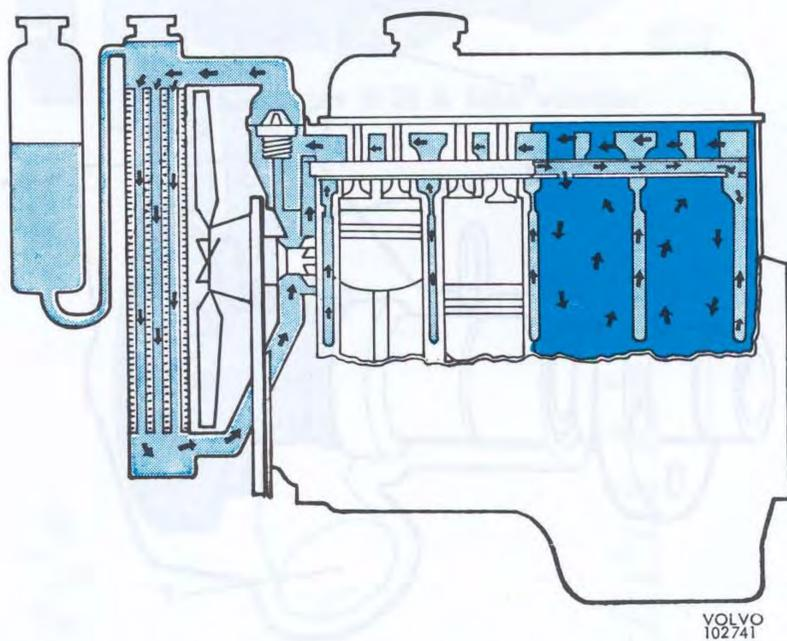

Bild 74. Slutet kylsystem (bilden visar B 20-motor)
Motorn som är vätskekyld, är försedd med slutet kylsystem, se bild 74. B 30 och vissa utföranden av B 20 har en flätkåpa monterad på kylaren. Motorn är försedd med antingen en fast fläkt eller en varvtalsreglerad fläkt, beroende på motorutförande och marknad. Den varvtalsreglerade fläkten är en s.k. flätkoppling (se bild 75), vars funktion är att ge fläktbladen en lägre hastighet genom slirning vid höga motorvarvtal. Se bild 81 resp. 82. Fläktbladen, som t.o.m. 1971 är fem och fr.o.m. 1972 är sex till antalet, är osymmetriskt placerade vilket ger en låg ljudnivå. Flätkopplingen består av huset (11, bild 75) vari fläktbladen (1) är fästa med skruv (2). Huset (11) som består av två halvor är ej delbart ur reparationssynpunkt utan flätkopplingen byts komplett. Navet (8) är anslutet med lätt passning på vattenpumpens medbringare (6) och låses med centrumskraven (7). Navet är försett med slirskiva av friktionsmaterial (9) omgivet av olja. Vid tomgång och låga varv är slirningen obetydligt vilket gör att fläkten ger en luftström för god kylning. För fläkt med fem fläktblad, tid. utf. gäller att då det ingående varv-